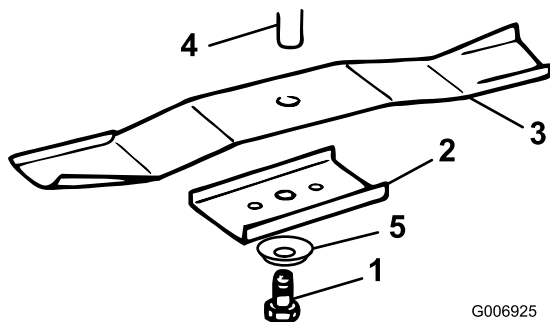

Figura 30
3. Togliete il bullone (chiave 5/8 pollice), rondella curva, ancoraggio e lama (Figura 30). In sede di rimozione del bullone, per bloccare la lama inserite un blocco di legno tra la lama e il tosaerba.
1. Montate le lame, i fermi, le rondelle curve (lato concavo verso la lama) ed i bulloni delle lame (Figura 30).